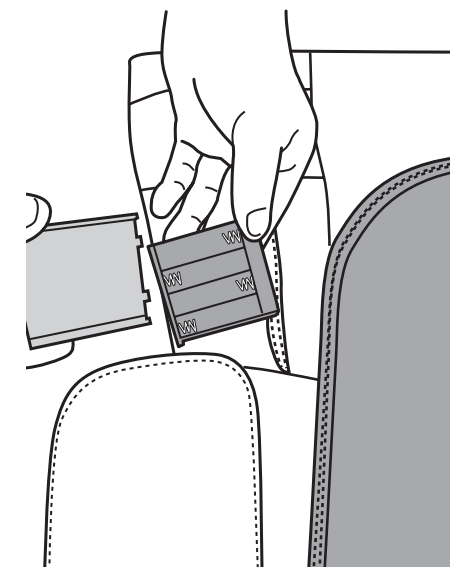

Fig.26
4. Utilisez vos doigts pour retirer le couvercle du compartiment des piles, puis installez quatre piles alcalines AA (Fig.26).